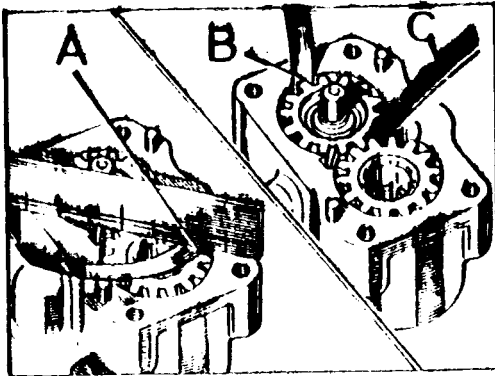
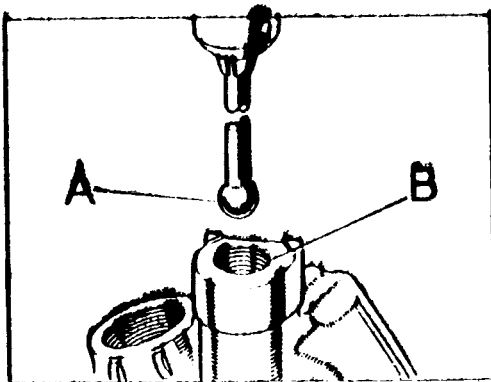

Fig. A3-74.1 Verificación del juego de los engranajes
Fig. A3-75 Util para esmerilado del asiento de la válvula
- 1.5. Montar los engranajes sobre el cuerpo de la bomba, K (Fig. A3-74.1) y comprobar el juego longitudinal, A (Fig. A3-75), el juego radial, B, y el juego entre dientes, C.
- 1.6. Se comprobará el asiento de la bola de la válvula y si fuera necesario se esmerillará, utilizando una herramienta similar o la indicada en la Fig. A3-75.